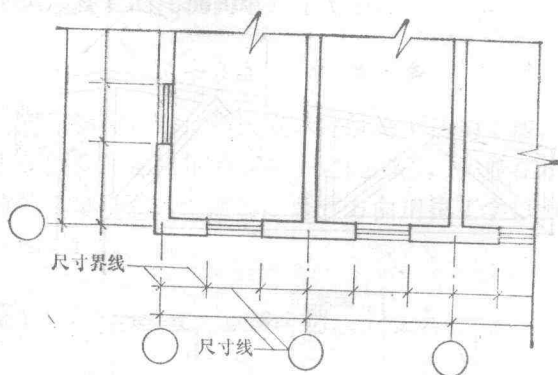

图 1-4
3. 尺寸线 尺寸线是表示各部位的实际尺寸的线。是由横线、竖线、(有的就是轴线)和短斜线(成 45° 角)所组成。竖线表示界限,横线表示间距,短斜线表示起止点。如图1-4。